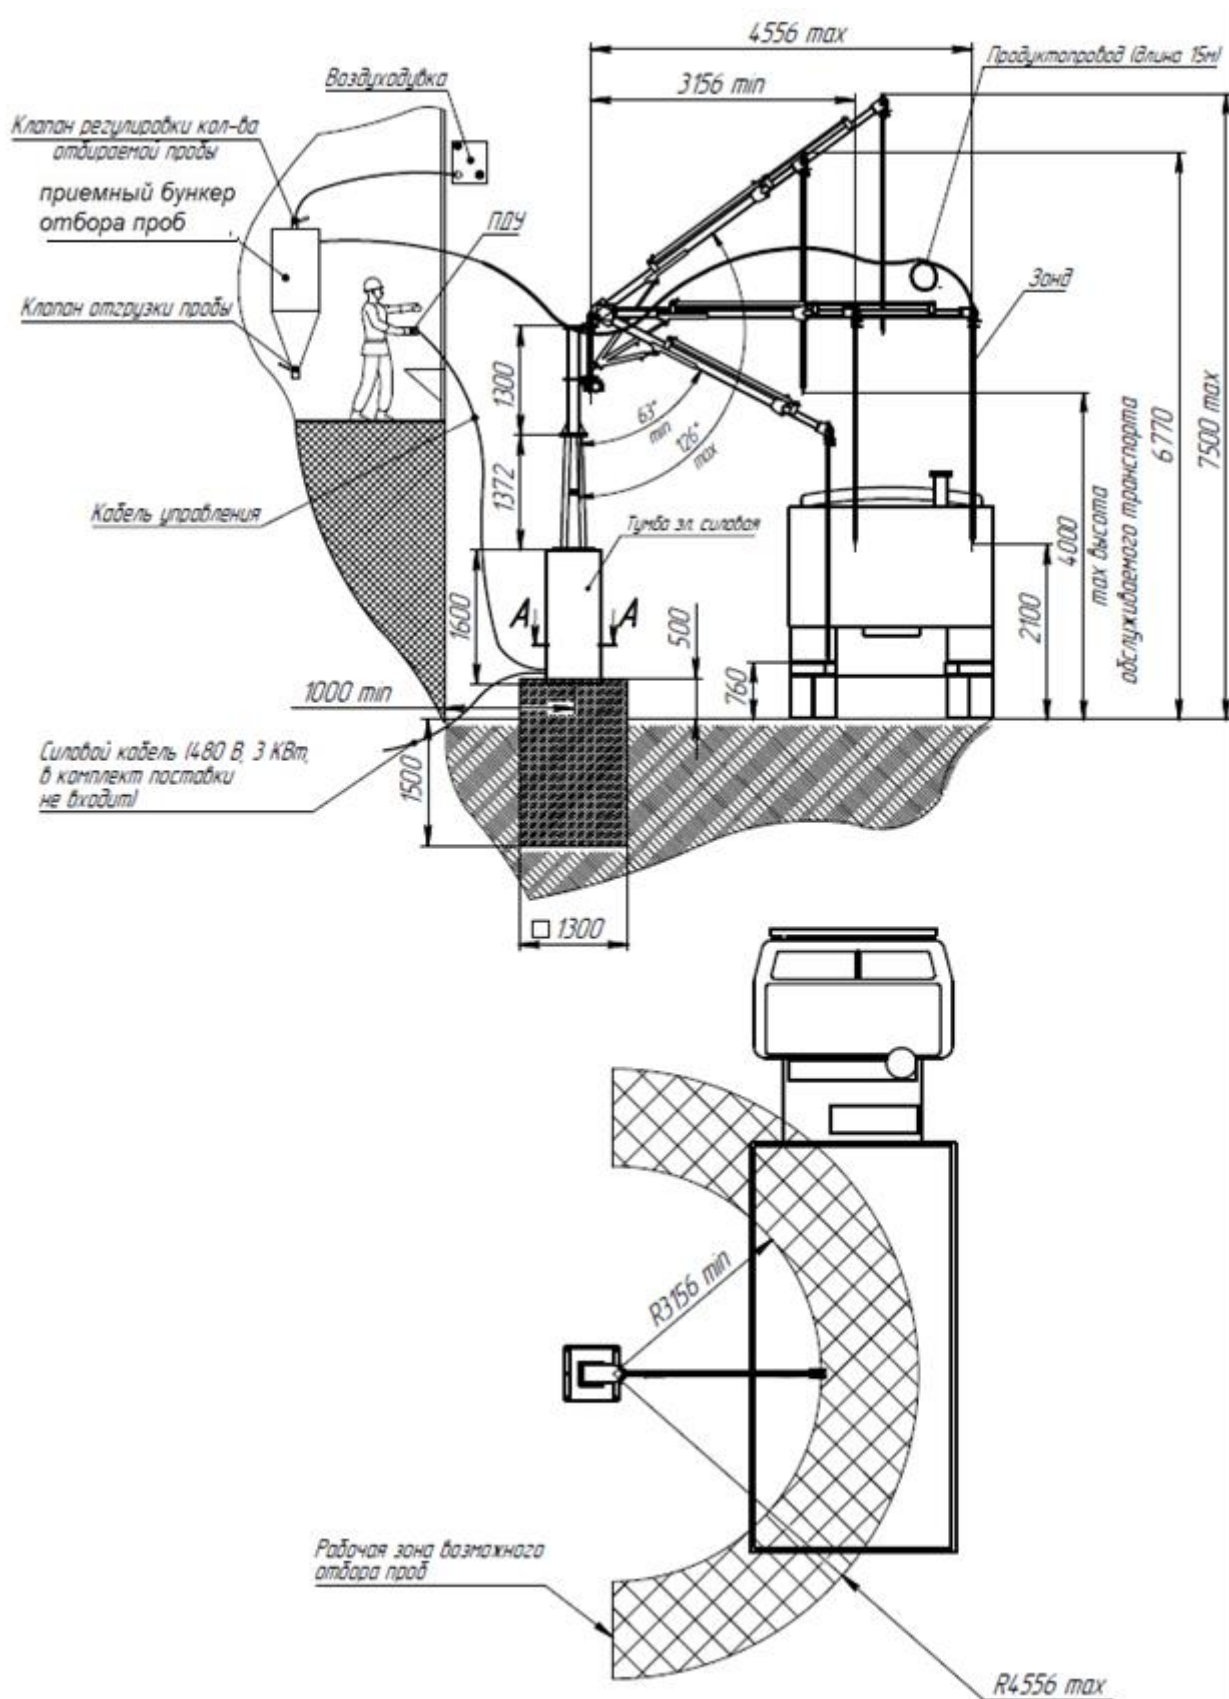

Рисунок 1 – Общий вид пробоотборника
5.1 *Общий вид пробоотборника изображен на Рис.1*
6.2.1 *Заливку анкерной корзины в предполагаемом месте установки пробоотборника (согласно Рис.1).*